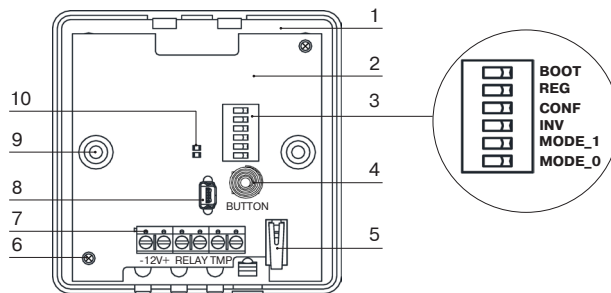

Рисунок 1 – Конструкция Б-1ДР (Вид со снятой крышкой)
4. При нахождении переключателя **REG** в положении ON возможно повторно перевести блок в режим регистрации кратковременным нажатием на **BUTTON** (поз.4, рис.1).